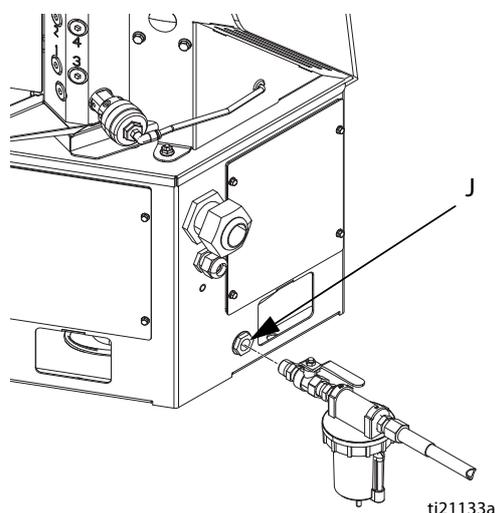

Рис. 10
16. Установите поставляемый в комплекте стравливающий шаровой выпускной воздушный клапан и комплект воздушного фильтра (Graco арт. № 24R707) на охватывающий выпускной патрубок (J) системы для воздуха 1/4 NPT. См. Рис. 10.